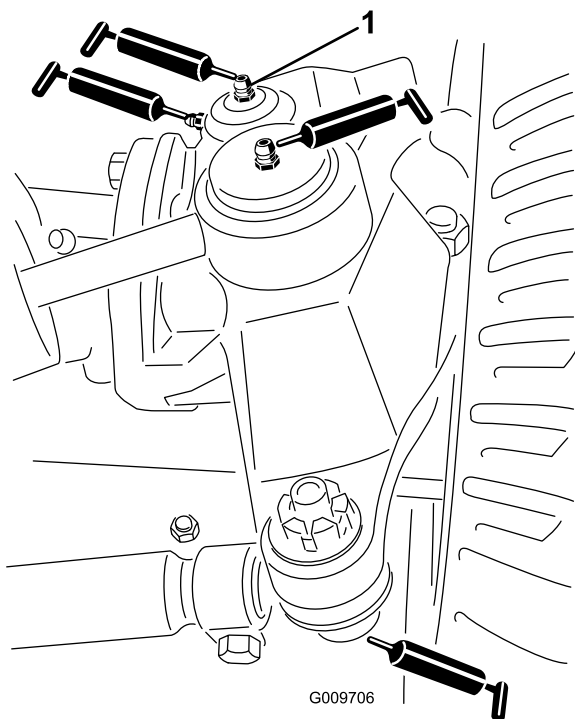

図 50
- ステアリングシリンダのボールジョイント 2ヶ所 図 50
- タイロッドのボールジョイント 2ヶ所 図 50
- キングピンのブッシュ 2ヶ所 図 50。但しキングピン上部は1年に1回のみポンプ2回押しのみとする。